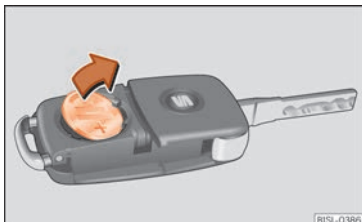

Abb. 66 Fahrzeugschlüssel: Batterie herausnehmen.
- Batterie mit einem geeigneten dünnen Gegenstand aus dem Batteriefach hebeln »» **Abb. 66**.
- Neue Batterie wie gezeigt ansetzen »» **Abb. 66** und entgegen der Pfeilrichtung in das Batteriefach drücken »» ⚠.